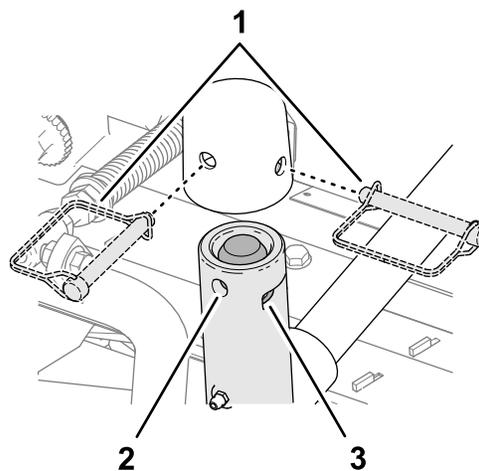

图 24
**锁定用于在山坡上剪草的滚刀组枢轴**——锁定滚刀组枢轴以防止滚刀组在坡面上剪草时向下坡方向旋转。使用提升臂枢轴图 24 上的孔锁定滚刀组。将槽用于可偏转的滚刀组。